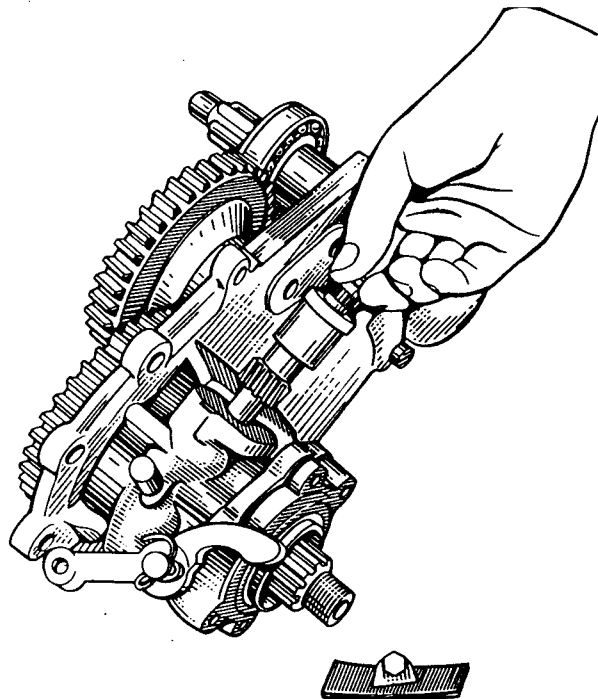

Bild 105. Ausbau des Tachometerades
10. Riegel des Stützens des Tachometerantriebsrades abnehmen und Zahnrad zusammen mit Stützen abnehmen (Bild 105).